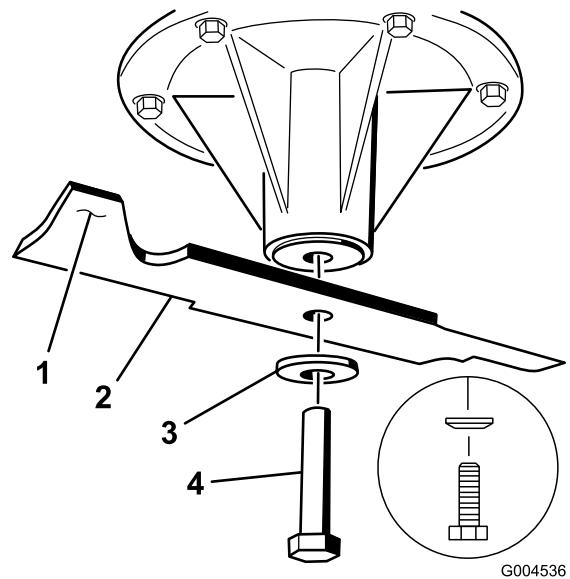

図 83
1. スピンドル・シャフトにブレードを取り付ける（図 83）。
2. スプリングディスクとブレードボルトを取り付けるスプリングディスクは、円錐部をボルトの頭に向けて取り付ける（図 83）。各ブレードボルトを85~110ft. -lb（115~150Nm = 11.8~15.2kg.m）にトルク締めする。